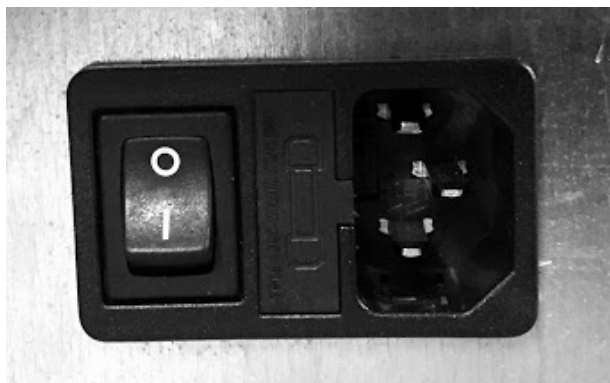

Fig. 32 - Stikkontakt med hovedafbryder
- Tilslut først el-kablet på bagsiden af træpilleovnen (se **Fig. 32**) og derefter til en stikkontakt på væggen.
- Hovedafbryderen 0/I (se **Fig. 32**) må kun slås til for at tænde træpilleovnen, i modsat fald anbefales det at holde den slukket.